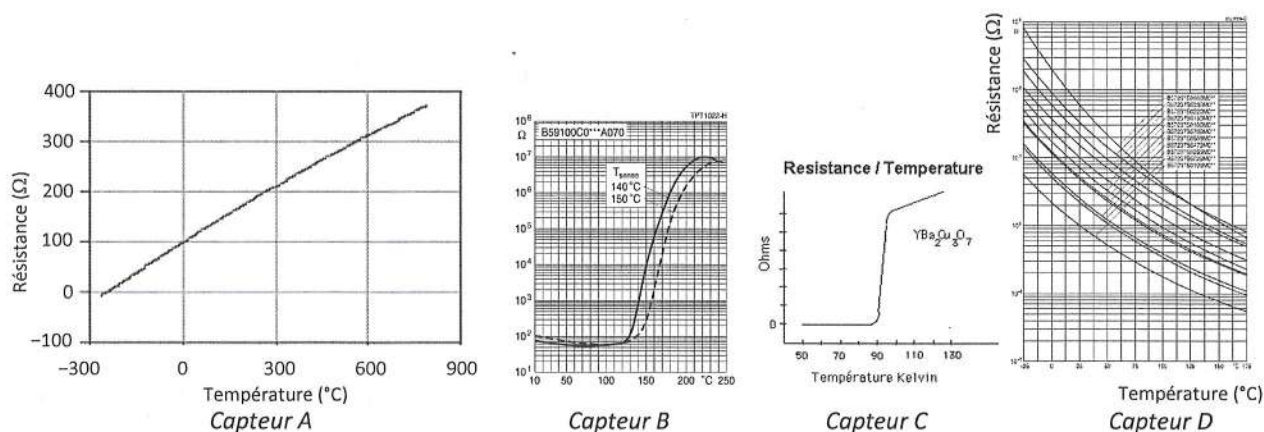
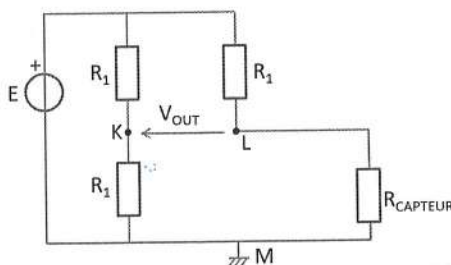

Fig.1. Courbe R(T) pour quatre types de capteurs de température résistifs. NB : pour le capteur D, plusieurs modèles pour un seul type de capteur.
Fig.2. Pont de Wheatstone.
Soit A, B, C et D quatre types de capteurs résistifs de température dont les courbes R(T) sont présentées sur la figure 1.
Prenons dans la suite de ce QCM n°2 le capteur A (figure 1, capteur A).
Pour convertir les variations de résistance avec la température en variation de tension avec la température, un pont de Wheatstone est utilisé (figure 2). Pour toute la suite, $E = 4 V$, $R_1 = 100 \Omega$. $R_{capteur}$ varie bien sûr avec la température suivant la courbe A de la figure 1.
2d. Tous les fils sont ici considérés comme parfaits, c'est-à-dire de résistance nulle. Que vaut la tension de sortie V_{out} de la figure 2 à $0^\circ C$?
2f. Les deux fils de liaison ont chacun une résistance R_f . Pour $R_{capteur} = R_1 = 100 \Omega$ et $R_f = 20 \Omega$, que vaut approximativement la tension V_{out} de la figure 2 à $0^\circ C$? (Remplacez dans la fig.2 $R_{capteur}$ par $R_{capteur} + 2R_f$.)